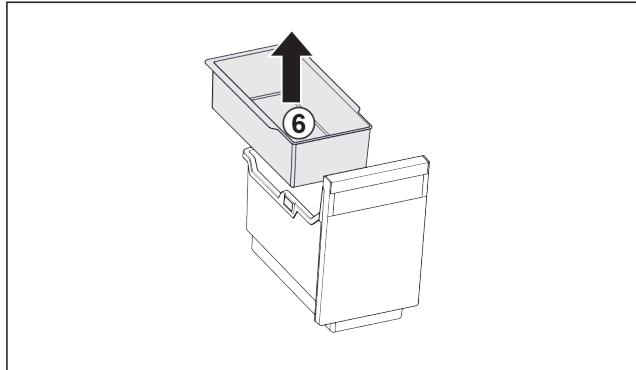

Fig. 90
- Извлеките Fig. 90 (6) подвесной лоток.